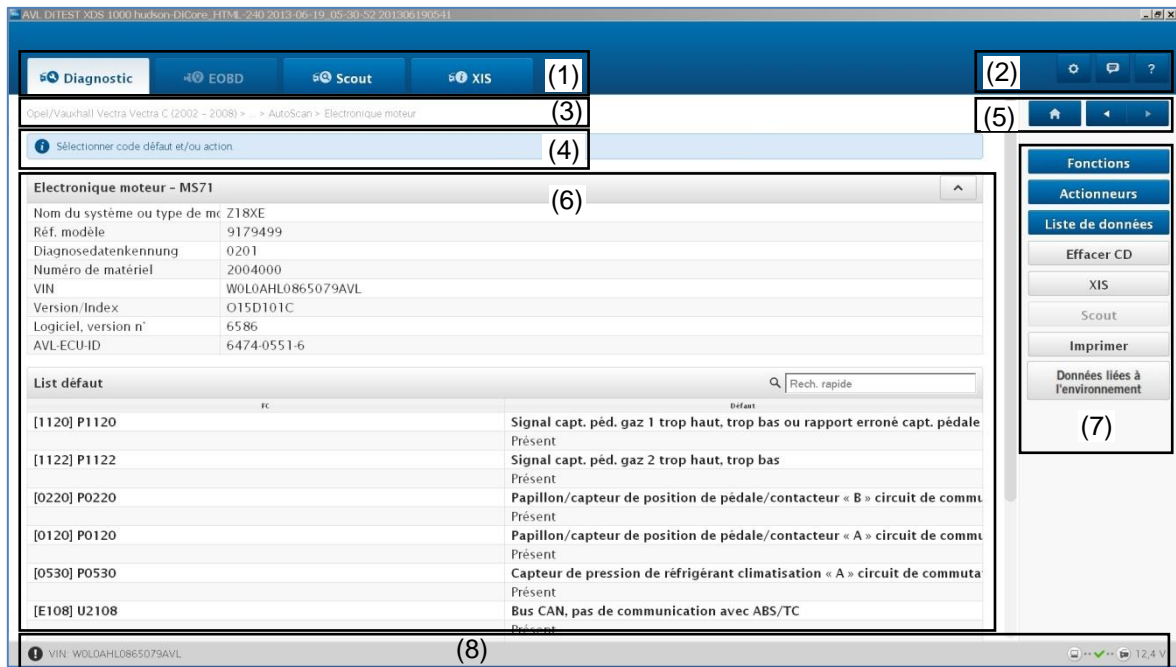

Fig. 1-1
Si AVL DiTEST Scout est démarré dans la zone « *Navigation zone de travail* », voir Fig. 1-1 (7), les données d'identification du véhicule et le code de défaut lu sont automatiquement transmis à AVL DiTEST SCOUT.
Si AVL DiTEST XIS est démarré dans la zone « *Navigation zone de travail* », voir Fig. 1-1 (7), les données d'identification du véhicule sont automatiquement transmises à AVL DiTEST XIS.